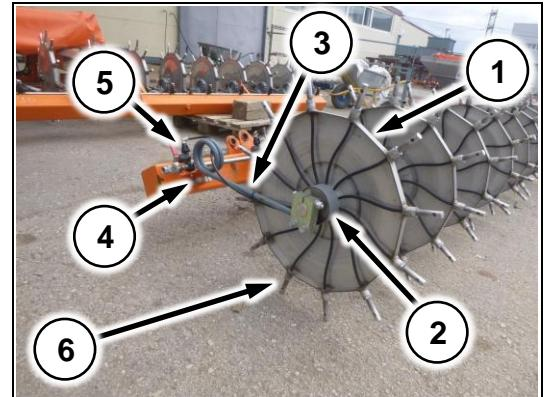

Рис. 191
Диск мультиинжектора (Рис. 191/1) устанавливается на ступицу (Рис. 191/2). Ступица крепится к консоли мультиинжектора через пружину (Рис. 191/3). Пружина фиксируется замком (Рис. 191/4). Подача жидкости на иглы (Рис. 191/6) осуществляется через форсунки (Рис. 191/5)
Упор устанавливается на каждую пружину (Рис. 192/1). Предназначен для предотвращения вылета пружины из замка (Рис. 191/4)
1. Ослабьте два болта крепления пружины (Рис. 191/4)